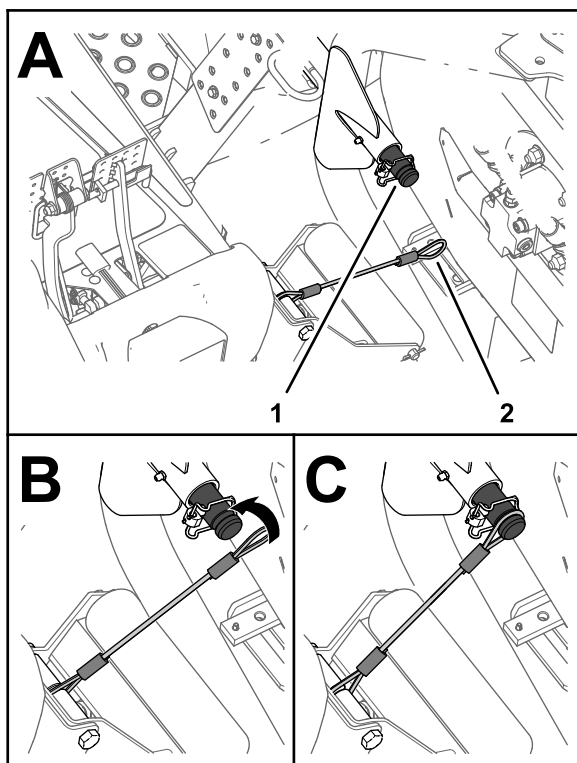

Figura 33
5. Vyrovnajte lanko s nosným hřídelem zvedacího ramene přední vnější žací jednotky (Figura 33).
6. Navlékněte oko lanka na nosný hřídel tak, aby se lanko zcela usadilo v drážce hřídele (Figura 33).